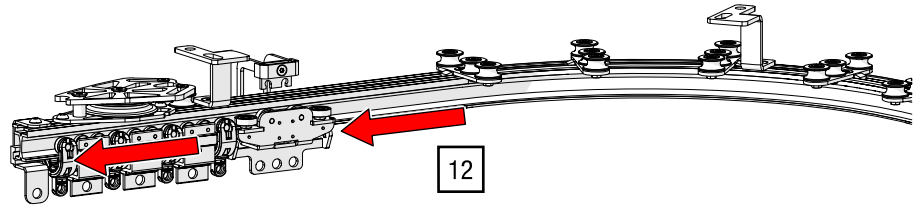

Abb. 95: Obenliegende Seilführung – Wagen zusammenschieben
12. Schieben Sie die Zug- und Laufwagen bei einem zweiteiligen Vorhang maximal im Parkraum auf jeder Seite zusammen (siehe Abb. 95).